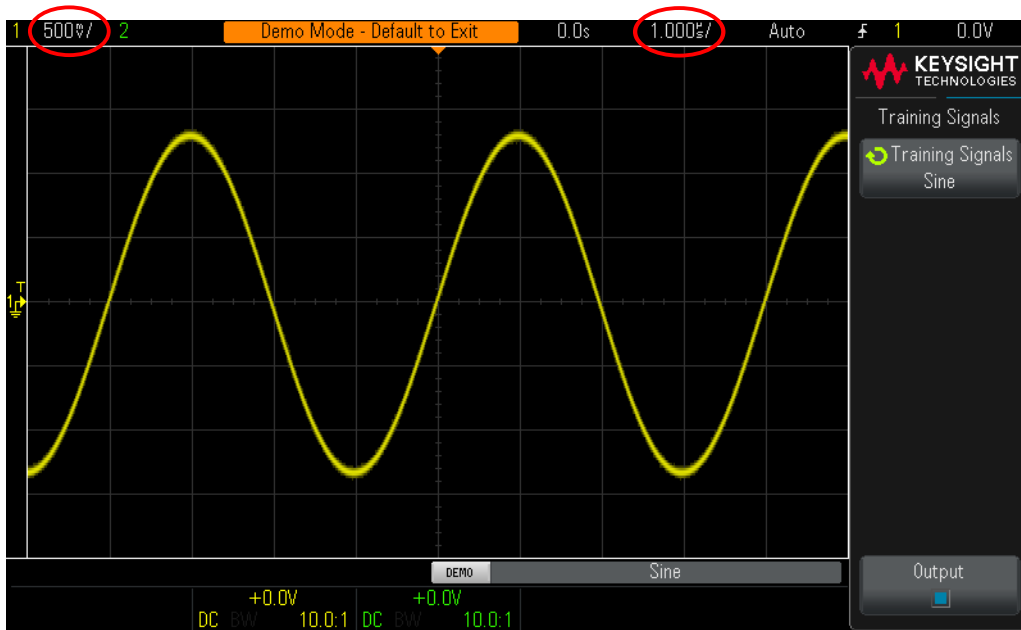

Рис. 9 Начальная настройка для просмотра обучающего сигнала синусоидальной волны
- 7 Поверните ручку с/дел (большая ручка в области “Коэф.развертки”) по часовой стрелке так, чтобы на дисплее отображалось больше двух циклов синусоидальной волны. Правильная настройка должна составить **1,000 мкс/дел**, что видно по значению “1,000 мкс/” в центре верхней части дисплея. Вид на дисплее осциллографа теперь должен соответствовать **Рис. 9**. Далее эти значения будем называть настройкой временной развертки осциллографа.